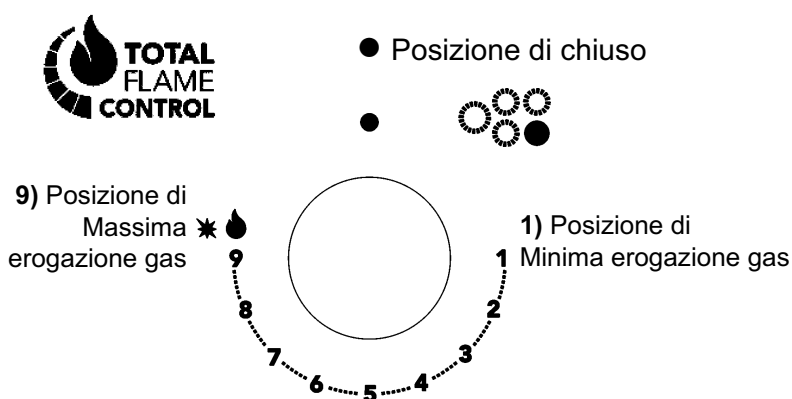

FIG. 1
Premere e ruotare in senso antiorario la manopola corrispondente al bruciatore da usarsi, portarla sulla posizione di massimo  (Posizione 9, fig. 1) quindi premere la manopola a fondo, il rubinetto è dotato di una scala di 9 posizioni, ad ogni scatto la fiamma si riduce fino ad arrivare alla posizione di 1, cioè alla minima erogazione di gas.
Con i bruciatori dotati di termocoppia di sicurezza, si deve ruotare in senso antiorario la manopola corrispondente al bruciatore da usarsi, portarla sulla posizione di "Massimo" (posizione 9 fig. 1) sino ad avvertire un piccolo fermo quindi premere la manopola. Ad accensione avvenuta mantenere premuta la manopola per circa 10 secondi. Quindi seguire le istruzioni dell'uso del rubinetto come spiegato in precedenza.
- Quando si è giunti all'ebollizione portare la manopola in posizione di "Minimo" (Posizione 1 fig. 1).
- ***l'accensione dei bruciatori con termocoppie di sicurezza può avvenire solamente quando la manopola è sulla posizione di Massimo "9" (fig. 1).***